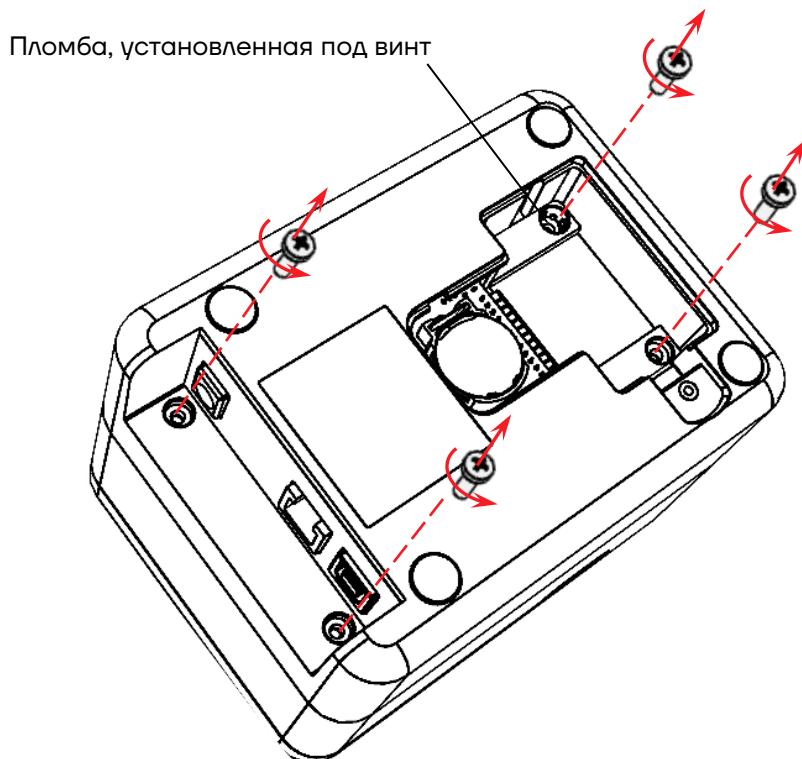

Рисунок 6. Винты крепления нижней части корпуса к верхней части
- 4** Открутить 4 винта крепления нижней части корпуса (основания) AL.P813.01.000 к верхней части (см. рисунок 6).
- 15** Заделать основание, вкрутив 4 винта (см. рисунок 6).
**При сборке корпуса ККТ необходимо установить пломбу (см. рисунок 6).**